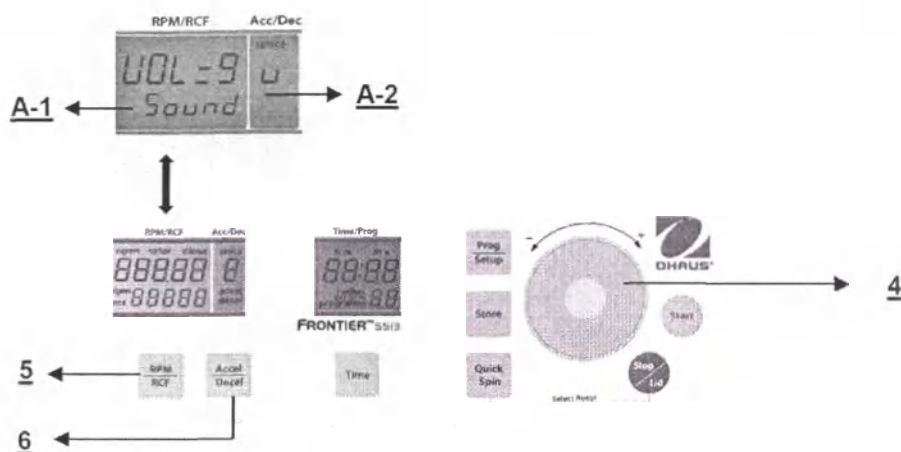

Рис. 31
Включите режим установки параметров, как указано в разделе 4.1.2, затем нажмите кнопку **Accel/Decel** (6). В поле **Acc/Dec (A-2)** будет мигать слово **Service**. С помощью сенсорного диска (4) выберите символ **U**. После этого в поле **RPM/RCF (A-1)** появится текст **Vol=0-9/Sound**. Нажмите кнопку **RPM/RCF (A-1)** (5) и с помощью сенсорного диска (4) выберите громкость звукового сигнала в диапазоне от 0 (минимальная громкость) до 9 (максимальная громкость) (см. рис. 31).